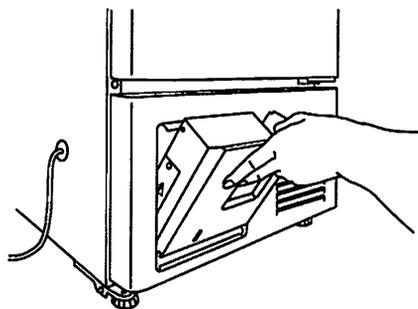

図7
3. フレーム左側面の感温部取出口のキャップを外し、記録計感温部を感温部取出口から外に出し、記録計取付金具をフレーム前面下のパネル左側に取付けます。(図7)